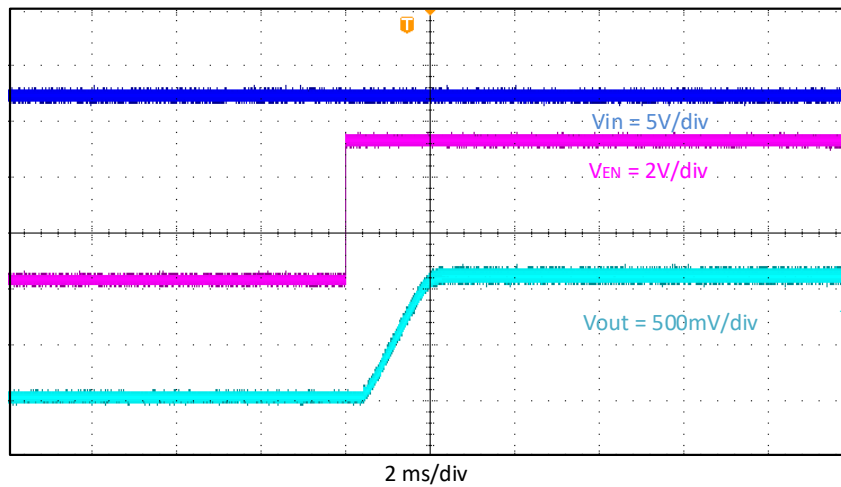

图 4-3. 相对于 EN、 $I_{OUT} = 3A$ 的启动
相对于启用 (EN) 的 TPS563207EVM 启动波形显示在图 4-3 中。